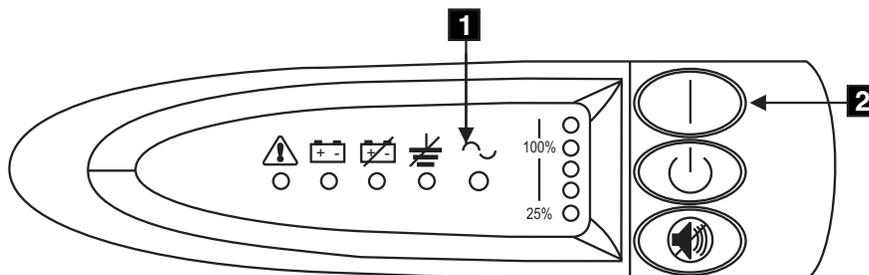

図 123. 無停電電源装置の電源スイッチおよびインディケータ
10. 無停電電源装置が自己診断テストを実行する間、すべてのフロント・パネル・インディケータ (図 123 を参照) が短時間明滅します。テストが完了すると、モード・インディケータ **1** (図 123) が明滅して、無停電電源装置が待機モードになったことを示します。
無停電電源装置のビープ音 (約 1 秒) が聞こえるまで、無停電電源装置のオン・スイッチ **2** (図 123) を押し続けます。モード・インディケータが明滅を停止し、負荷レベル・インディケータが、無停電電源装置から供給されている負荷のパーセントを表示します。無停電電源装置はこれで通常モードになり、そのバッテリーを充電します。